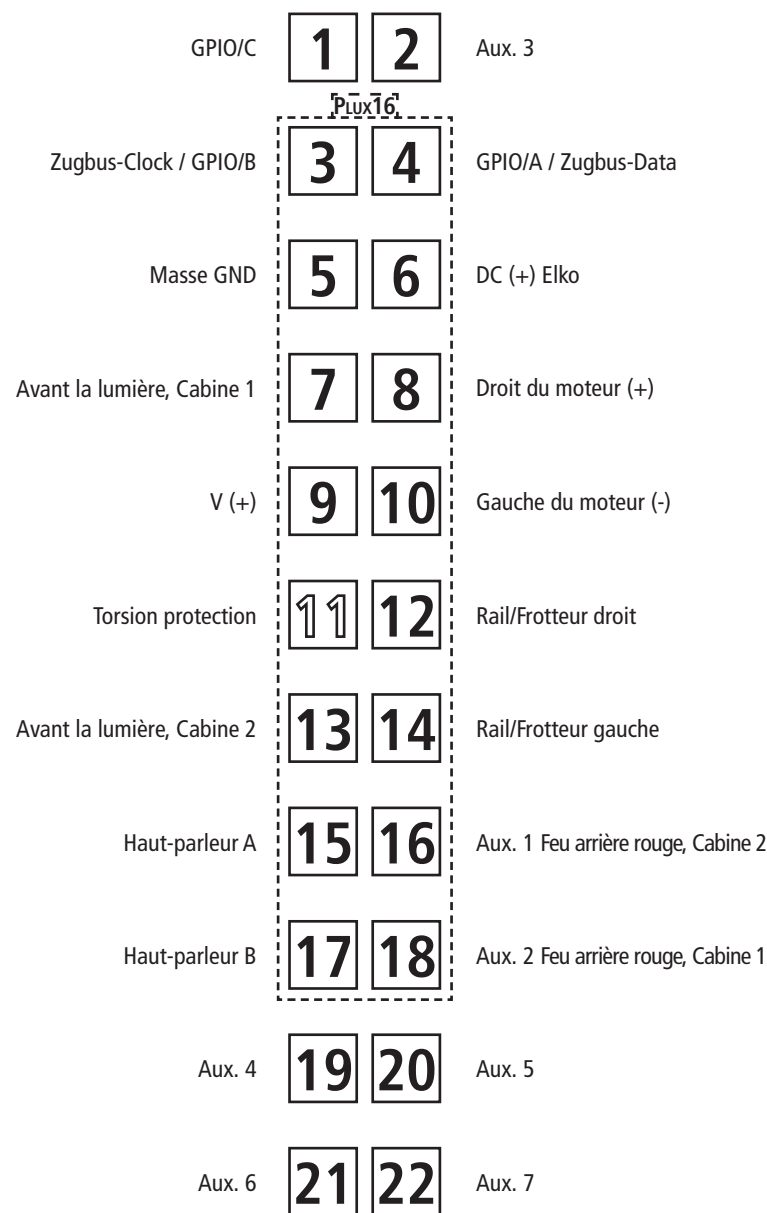

Fig. 7
3. Haftreifenwechsel: Zuerst den Getriebedeckel abnehmen (Fig. 7). Danach den **Radsatz** herausnehmen und die **Haftreifen** mit einer Nadel od. mit einem feinen Schraubendreher abziehen (Fig. 7). Beim Aufziehen der neuen Haftreifen darauf achten, dass diese sich nicht verdrehen.
3. Change of traction tyre: Remove the gear cover (fig. 7). Take out **wheel set** and remove **traction tyre** using a pin or a fine screwdriver (fig. 7). When pressing on the new traction tyre please **avoid twisting it**.
3. Échange des bandages d'adhérence: Démontez d'abord le **couvercle du carter des engrenages** des engrenages (fig. 7). Déloguez ensuite les essieux bandagés et enlevez, à l'aide d'une aiguille ou d'un tourne-vis fin, les bandages d'adhérence (fig. 7). Lors du montage des nouveaux bandages veuillez veiller à ce que les bandages **ne soient pas tordus**.